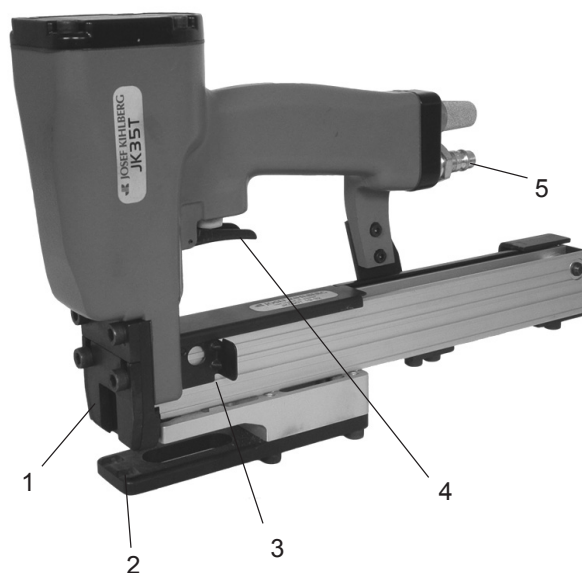

Fig. 1
2. Tryck på avtryckare (Fig. 1/4). När du släpper avtryckaren returnerar tungan automatiskt.